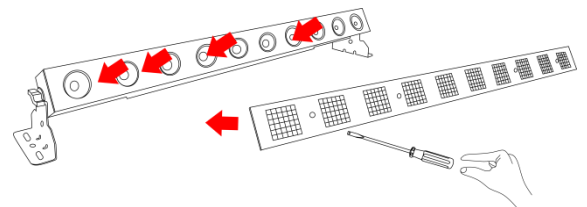

Abb.08
- 07) Bringen Sie die Metallabdeckung wieder an und ziehen Sie die Schrauben gut fest (Fig. 08).